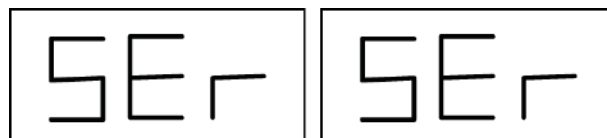

Рис. 9.1 - Режим СЕРВИС включен
2. Нажмите [F + P3]. Станок переходит в сервисный режим, и будет отображаться сообщение **Ser Ser**. См. рисунок 9.1;